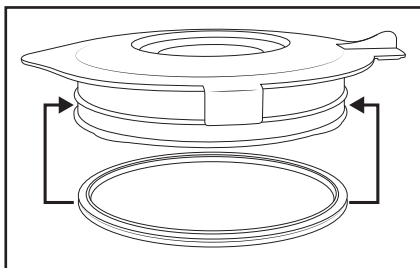

Fig. 3
- Curățați dopul de umplere **1** și capacul **2** în soluție de curățat delicată. Pentru curățarea cu mâna puteți îndepărta garnitura din cauciuc **9**. Aveți grijă ca garnitura din cauciuc **9** să fie din nou așezată corect înainte de a reutiliza capacul **2** (fig. 3).